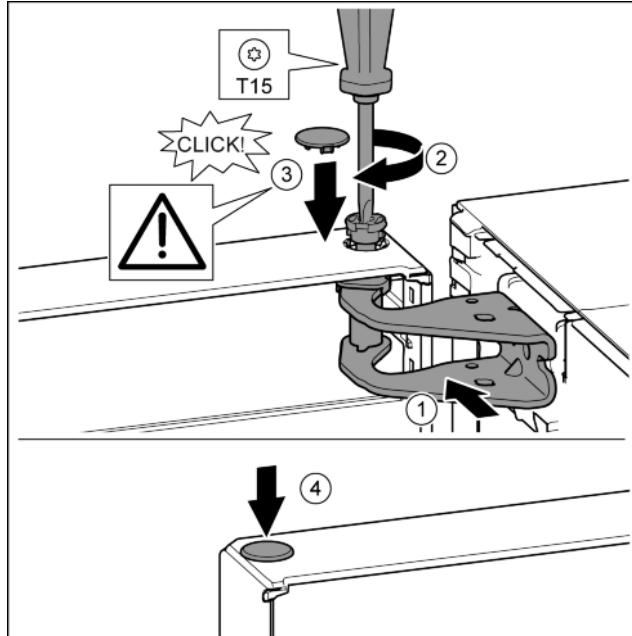

Fig. 23
- Poravnajte gornja vrata prema otvoru u podlošku ležaja. *Fig. 23 (1)*
- Umetnute svornjak i zavijte odvijačem T15. *Fig. 23 (2)*
- Montirajte sigurnosni pokrov radi osiguranja vrata: Umetnute sigurnosni pokrov i provjerite naliježe li na vrata. U protivnom u potpunosti umetnute svornjake. *Fig. 23 (3)*
- Umetnute čep. *Fig. 23 (4)*